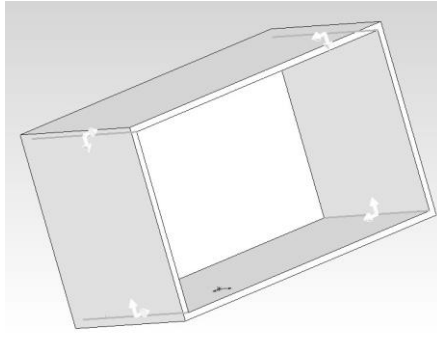

Рисунок 9.7 – Створення розривів
- створити розрізи, натиснувши кнопку «Rip» на панелі інструментів «Sheet Metal». У розділі менеджера властивостей з'явиться вікно «Rip». У розділі «Rip Parameters» необхідно вказати ті кромки, вздовж яких будуть зроблені розрізи, (рис. 9.7);